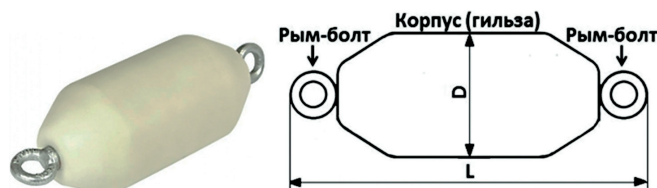

Рисунок 12.1 – Внешний вид, детали, размеры и масса пробных цилиндров для полимерных труб
12.4 Подрядчик должен обеспечить проверку каналов на проходимость специальными пробными цилиндрами из капролона (рисунок 12.1), предназначенными для проверки каналов из полимерных труб.
Цилиндры пробные (рисунок 12.1) предназначены для проверки проходимости каналов кабельной канализации из труб «ССД-Пайп». Представляют собой цилиндры с концами в виде усечённых конусов. Изготовлены из капролона. На обоих концах каждого цилиндра установлены рымболты. При заказе номенклатуры с протоколом, поставляется в комплекте с аттестатом и протоколом проверки. Номенклатура цилиндров для труб «ССД-Пайп», выпускаемых АО «ССД», представлена в таблице 12.1.